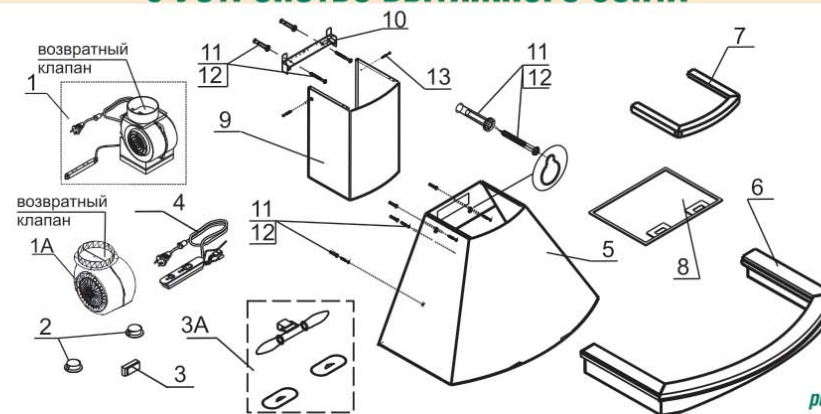

рис. 3
6.1 Прежде чем повесить зонт, необходимо верхнее деревянное обрамление (поз. 7, рис. 3) приклеить к корпусу зонта (поз. 5, рис. 3). Снимите защитную полосу с двухсторонней самоклеящейся ленты, которая наклеена на обрамлении и приклейте его к корпусу зонта.